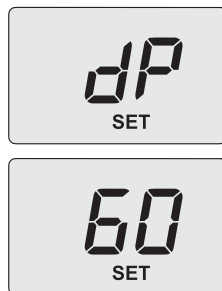

Рисунок 9.20
- Використовуйте кнопки 15 або 16; на РК-дисплеї літери **HP** чергуються зі значенням температури нагрівання води (наприклад, **60**), а також з'являється повідомлення **SET**, вказуючи на ввімкнення «функції очищення димаря» за максимальної потужності в режимі гарячого водопостачання (Рисунок 9.20).